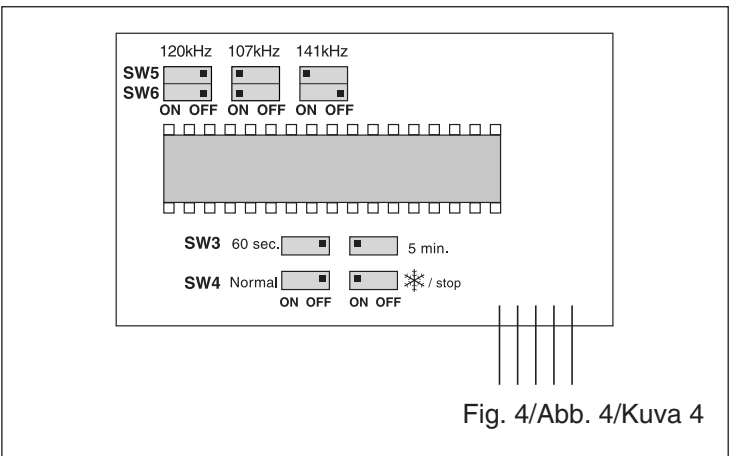

Fig. 4/Abb. 4/Kuva 4
5. Funktionsval (Fig. 4)
5. Function settings (Fig. 4)
5 Sélection de fonction (Fig. 4).
5. Selección de funciones (Fig. 4)